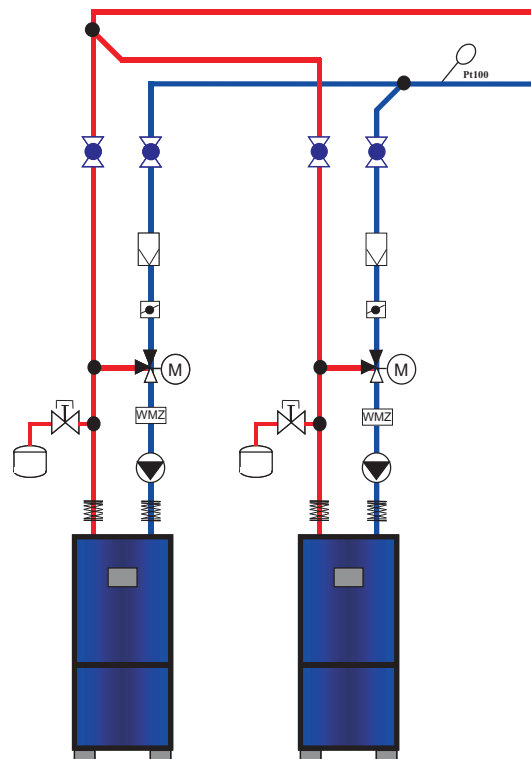

Рис. 10 Схема гидравлических подключений
- Элементы конструкции и точки измерений при подключении системы отопления заказчика располагать в соответствии с технологической схемой периферийного подключения модуля (Рис.10).
- Подвести присоединительные кабели через кабельные выводы в верхней части модуля (0, рис. 10 поз. 2).